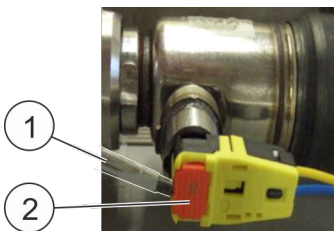

Fig. 48 : Connecteur d'allumage
- 8.** ➤ Avec un petit tournevis (Fig. 48 /1), appuyer sur le blocage rouge (Fig. 48 /2) au niveau du connecteur d'allumage pour le faire sortir.